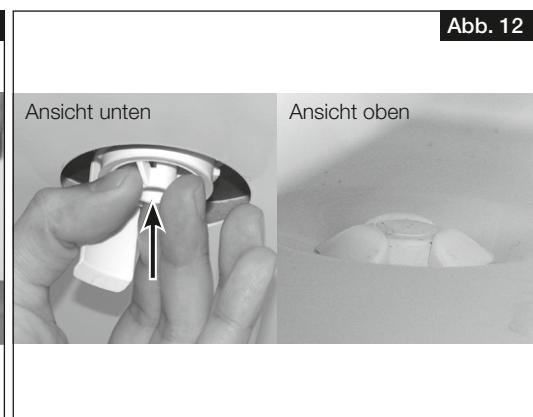

Abb. 12
2. Verriegelungsteil herausziehen und Befestigungsstück von unten in die Öffnung der Bodenwanne stecken, bis die Kralle an der Kante der Bodenplatte einrasten (s. Abb. 12).